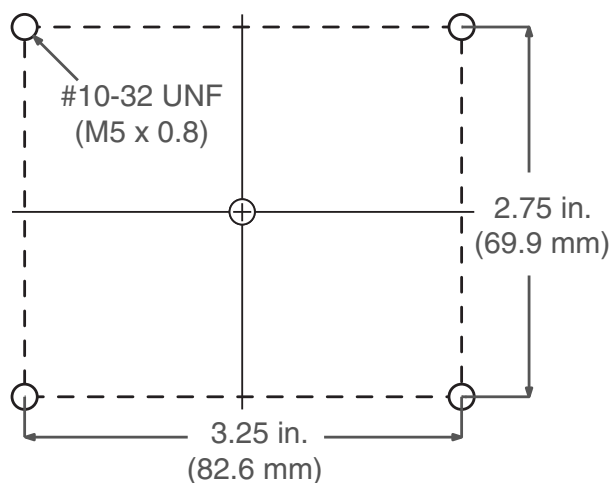

Fig. 23: Fori di montaggio CGM
4. Praticare i fori di montaggio utilizzando le dimensioni del foro di montaggio mostrate in Fig. 23.